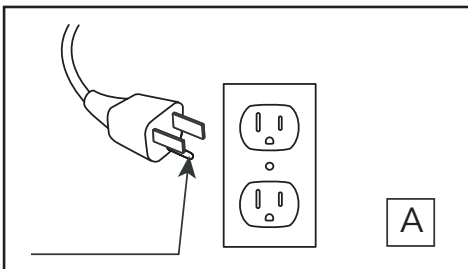

Fig.1
| <p>6. Do not operate any heater with a damaged cord or plug or after the heater malfunctions, has been dropped or damaged in any manner. Discard heater, or return to authorized service facility for examination and/or repair.</p> <p>7. Do not use outdoors.</p> <p>8. This heater is not intended for use in bathrooms, laundry areas and similar indoor locations. Never locate this appliance where it may fall into a bathtub or other water container.</p> <p>9. Do not run cord under carpeting. Do not cover cord with throw rugs, runners or the like. Arrange cord away from traffic areas and where it will not be tripped over.</p> <p>10. To disconnect heater, turn controls to off, and turn off power to heater circuit at main disconnect panel (or operate internal disconnect switch if provided).</p> <p>11. Connect to properly grounded outlets only. This heater is for use on 120 volts. The cord has a plug as shown at A in Fig. 1. Do not use a 2 prong adapter. Never use with an extension cord or relocatable power tap (outlet/ power strip).</p> | <p>6. Ne faites pas fonctionner un appareil dont le cordon ou la fiche est endommagé ou après un dysfonctionnement, une chute ou un dommage quelconque de l'appareil. Mettez l'appareil au rebut ou retournez-le à un centre de service agréé pour examen et/ou réparation.</p> <p>7. N'utilisez pas cet appareil à l'extérieur.</p> <p>8. Cet appareil n'est pas conçu pour être utilisé dans une salle de bains, une salle de lavage ou tout autre endroit humide semblable. Ne placez jamais cet appareil à un endroit où il risquerait de tomber dans une baignoire ou un autre contenant rempli d'eau.</p> <p>9. Évitez de placer le cordon sous un tapis. Ne couvrez pas le cordon avec une carpeste, un tapis de passage ou un autre article semblable. Placez le cordon dans un endroit peu passant et où il ne pourra pas être accroché.</p> <p>10. Pour débrancher le chauffe-eau, mettez les commandes à l'arrêt et coupez l'alimentation du circuit du chauffe-eau au niveau du panneau de déconnexion principal (pour faire fonctionner l'interrupteur de déconnexion interne s'il est fourni).</p> | <p>5. Siempre desenchufe este electrodoméstico cuando no lo use.</p> <p>6. No opere ningún calentador después de que el cable de alimentación o el enchufe estén dañados, o que el calentador esté defectuoso, caído o dañado de alguna manera. Deseche el calentador o devuélvalo a un centro de servicio autorizado para su inspección y / o reparación.</p> <p>7. No lo use en exteriores.</p> <p>8. Este calentador no se debe usar en el baño, lavadero y en espacios húmedos similares interiores. Nunca coloque este calentador donde se pueda caer dentro de una bañera u otro contenedor de agua.</p> <p>9. No coloque el cable debajo de una alfombra. No cubra el cable con alfombras, tapetes o similares. Coloque el cable lejos de zonas de tránsito en donde nadie se pueda tropezar y caer.</p> <p>10. Para desconectar el calentador, apague los controles y apague la fuente de alimentación del circuito del calentador en el disyuntor principal (para operar el interruptor de desconexión interno si se proporciona).</p> |
11. Brancher uniquement dans une prise de courant munie d'une mise à la terre. Cet appareil de chauffage a été conçu pour être utilisé sous une tension de 120 V. La fiche du cordon est montrée à la figure 1 en A. Ne pas utiliser d'adaptateur de 3 broches à 2 broches. Ne jamais utiliser avec une rallonge ou une barre d'alimentation (multiprises).
11. Conectar solamente a una toma de corriente con conexión a tierra adecuada. Este calentador debe utilizarse con 120 voltios. El cable incluye un enchufe tal como se muestra en la figura A en la Fig. 1. No utilice un adaptador de 2 clavijas. Nunca use un cable de extensión o tomas de alimentación reubicable (enchufes/regletas).